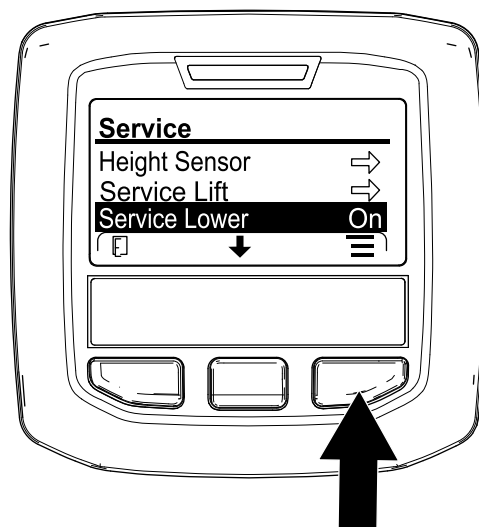

Figura 178
6. Apăsai butonul central InfoCenter până când este selectată opțiunea SERVICE LOWER (Coborâre pentru service) (Figura 178) și apăsai butonul din dreapta.